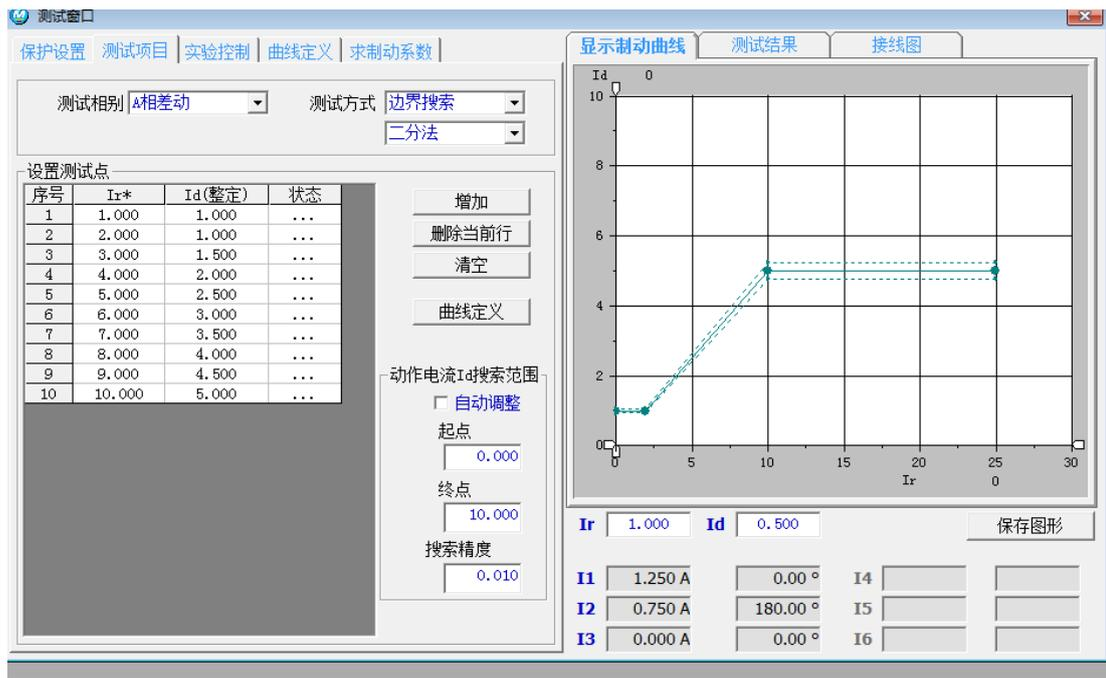

图 3.5.1-4
4、搜索精度：应根据要求调整。有名值时，一般设置要大。标么值时，一般设置要小。如图 3.5.1-4